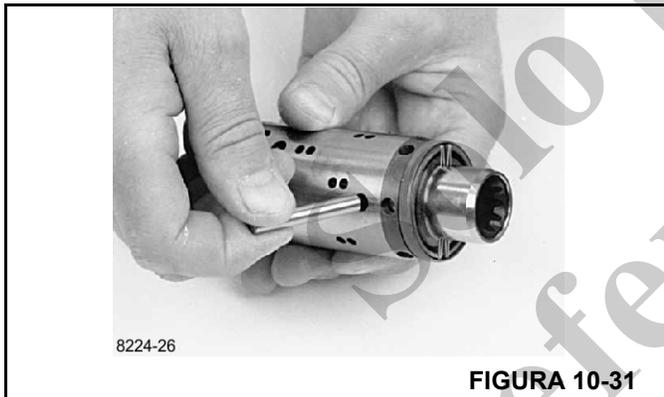

FIGURA 10-31
5. Instale el pasador transversal en el conjunto de carrete/manguito (Figura 10-31).